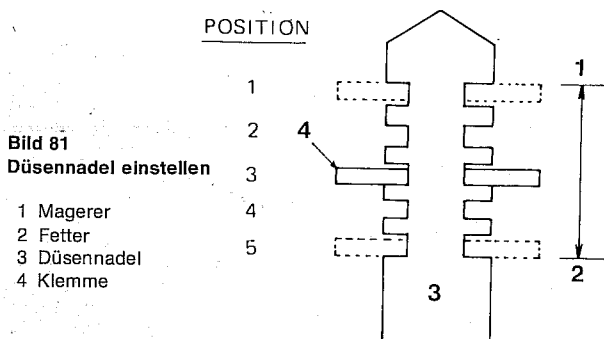

Bild 81
- Der mittlere Drehzahlbereich des Kraftstoff-Luftgemisches wird durch die Position der Nadel des Nadelventils beeinflusst. Wenn das Gemisch in dem genannten Bereich verändert werden soll, die Position der Düsenadel ändern. Die Nadel nach oben bewegen, um ein mageres Gemisch zu erhalten, nach unten, wenn ein fetteres Gemisch erforderlich ist (Bild 81).